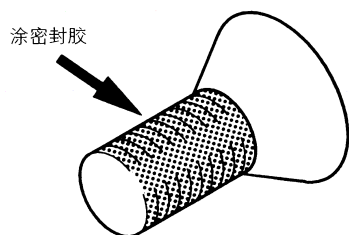

图 3-62 在螺栓的螺纹部分涂密封胶
(9) 安装后轴承护圈螺栓时，如图 3-62 所示，对螺栓的螺纹部分涂敷所规定的密封胶并拧紧至规定扭矩。所规定的密封胶为 3M 螺柱锁定用，产品号 4170 号或相当的品种。